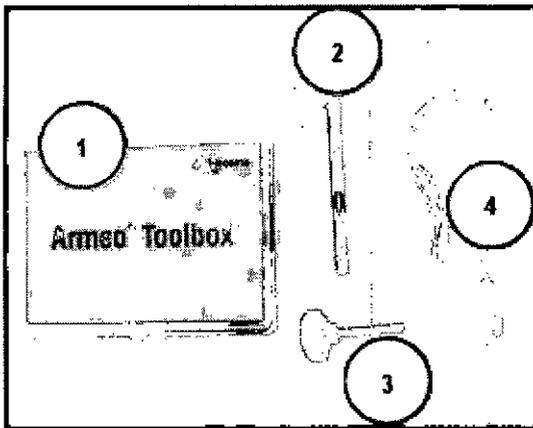

Fig. 2.8: Accesorios que se entregan con el sistema
- Caja de herramientas, guía del hombro, pomo de ajuste, Telestop (Fig. 2.8)